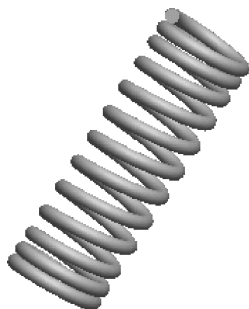

图 6-93 变节距弹簧
(12) 完成定义后在【控制曲线】菜单中选择【完成】选项，进入草绘界面，定义截面。
(13) 以轨迹起点为圆心，绘制直径为 5 的圆，作为截面，单击【草绘器工具】工具栏中的【完成】按钮 ，完成截面的定义，回到【螺旋扫描】对话框。
(14) 单击【预览】按钮 ，预览螺旋压缩弹簧特征，单击  按钮完成特征创建，如图 6-93 所示。